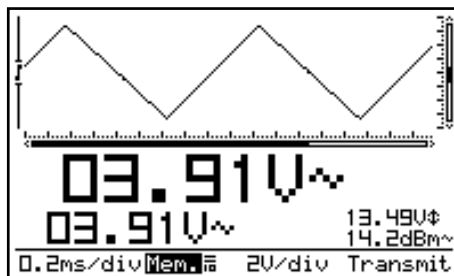

Fig 53
Se visualiza **„Transmit“** (2) brevemente durante la transmisión. (Fig.53)